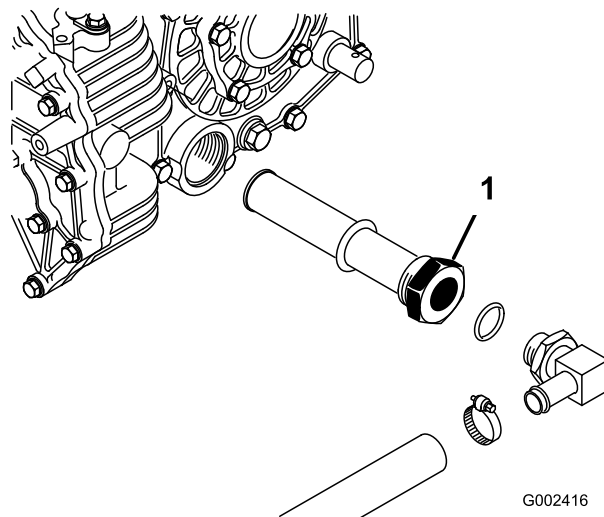

**Figura 70**
2. Retire o tampão de escoamento da parte lateral do reservatório e deixe o fluido hidráulico escorrer para o recipiente (Figura 70).